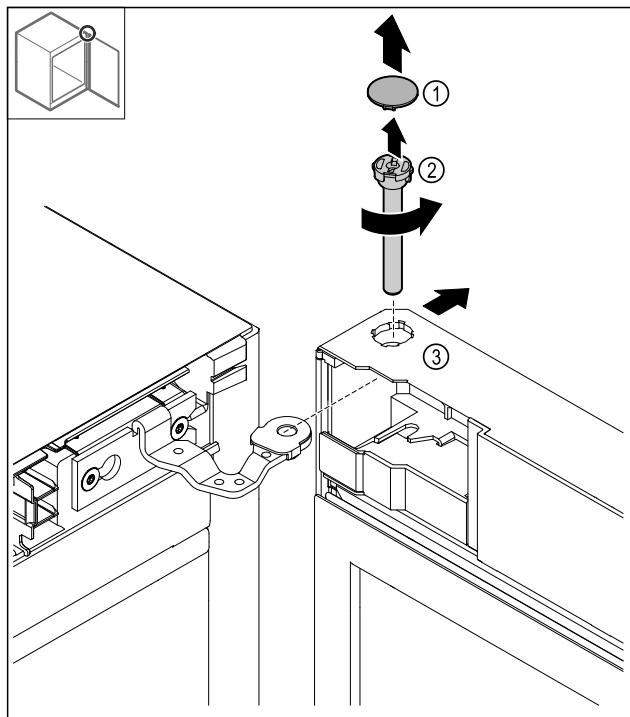

Fig. 10
- Rimuovere la copertura Fig. 10 (1).
- Allentare i bulloni Fig. 10 (2) in senso antiorario e rimuoverli.
- Ribaltare leggermente la porta Fig. 10 (3).